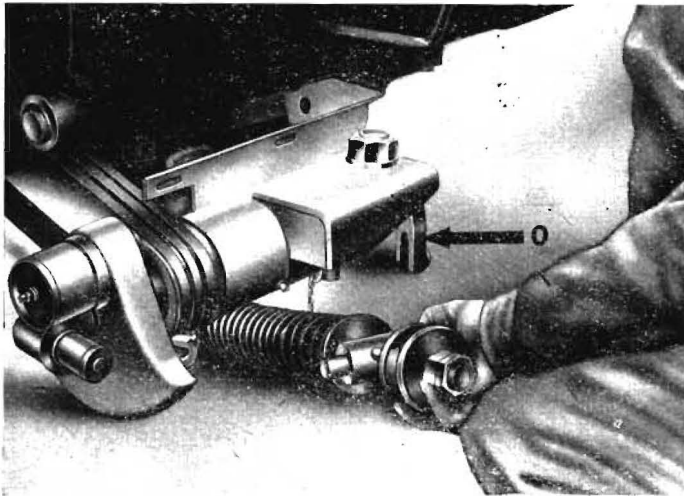

Bild 11
- b) Die Federstrebe in die Laschen des Stützwinkels (O) einhängen und mit Fallsperre und S-Haken sichern. (Bild 11)
Bitte messen Sie die Voreilung genau. Sollte im angelieferten Zustand die Voreilung nicht stimmen, so ist die Differenz durch Verstellen der Knickstrebe (Gewinde M 30) zu regulieren. Es ist dabei zu beachten, daß die Gegenmutter festgezogen wird. Nach dem Einstellen der Schneidvoreilung müssen auch die Druckstreben mit der Federstrebe noch genügend Knickvoreilung haben. Die Knickvoreilung wird mit der Sechskantmutter an der Federstrebe verstellt. (Bild 11) Die geringste Knickverstellung ist, wenn die Knickstreben im Gelenk am Anschlag anliegen. Bitte messen Sie: Wenn Sie über die beiden Kugelpfannen am Schleppbalken sowie Stützwinkel ein Lineal legen, so soll der Knickpunkt 30 mm eingeknickt sein.